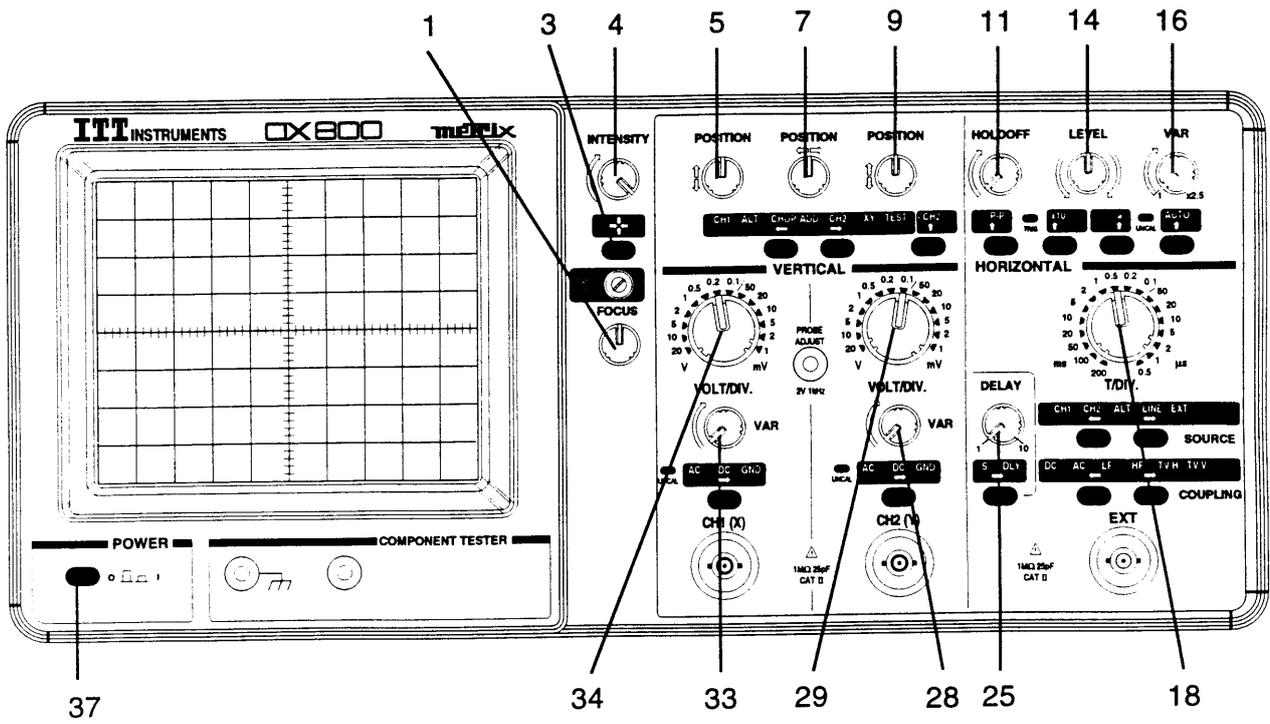

figure 1
- Positionner les commandes rotatives comme indiqué dans le tableau ci-dessous et sur la figure 1.
Remarque : *Si aucune trace n'apparaît après 10 secondes de chauffe, appuyer sur la touche BEAM FIND (3) (figure 1) et centrer les traces à l'aide des commandes rotatives de position (5, 7, 9).*
- Régler l'intensité lumineuse (4) et la finesse des traces (1) (figure 1).